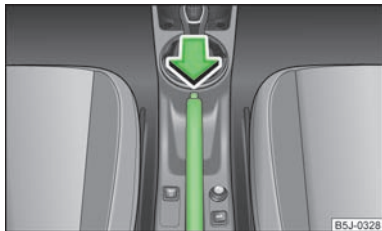

Fig. 80
- Tirez légèrement le levier de frein à main vers le haut et enfoncez **en même temps** le bouton de verrouillage » fig. 80.